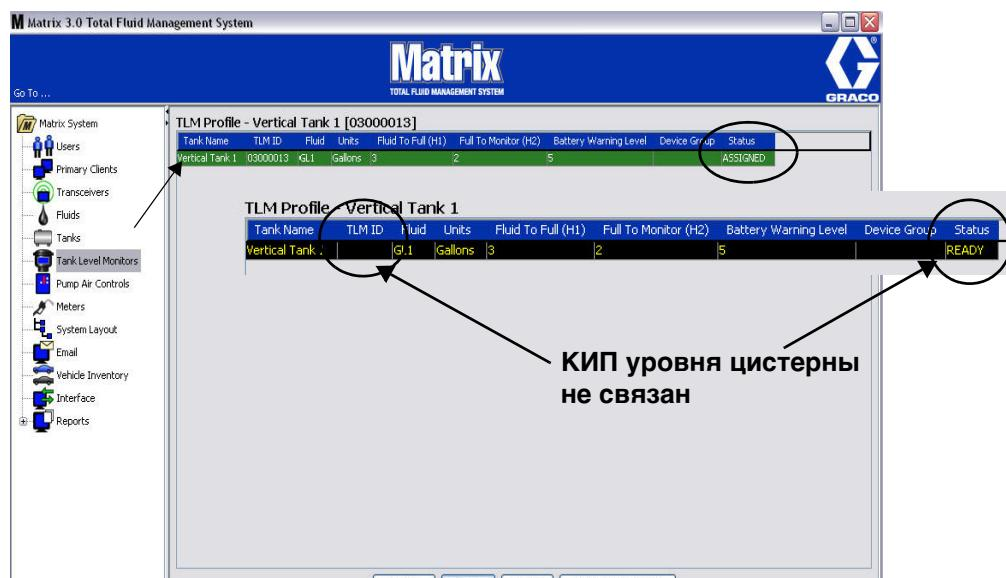

Рис. 109
3. По заполнении сведений во всех полях, нажмите кнопку «OK» [OK] внизу окна «Add TLM Profile» [Добавить профиль КИП уровня цистерны]. Профиль добавлен в начало списка. Параметр «ASSIGNED» [НАЗНАЧЕН] в столбце «Status» [Состояние] подтверждает, что профиль полностью заполнен. Параметр «READY» [ГТОВ] в столбце «Status» [Состояние] появится, если профиль не полностью заполнен. Обратите внимание, что поле «TLM ID» [ИД КИП] пустое (Рис. 109), т. е. КИП уровня цистерны не связан с системой Matrix.